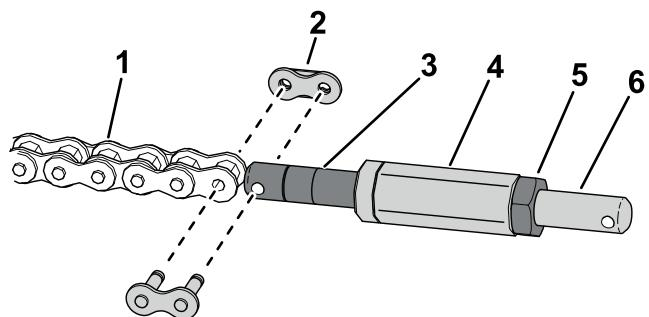

Figura 13
5. Utilizzate un tirante a catena per montare la catena al tenditore della catena (Figura 13).
6. Montate l'albero esagonale al tenditore della catena (Figura 13).
7. Utilizzate un controdado per montare il tenditore del tirante a catena all'albero esagonale (Figura 13).